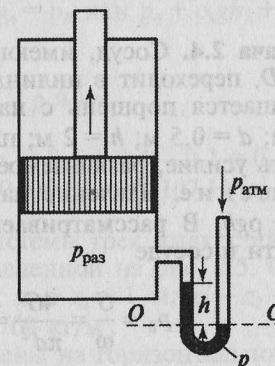

Рис. 2.2
**Задача 2.2.** К всасывающей стороне цилиндра присоединен водяной вакуумметр с показанием  $h = 0,42 \text{ м}$ . Определить разрежение под поршнем (рис. 2.2).